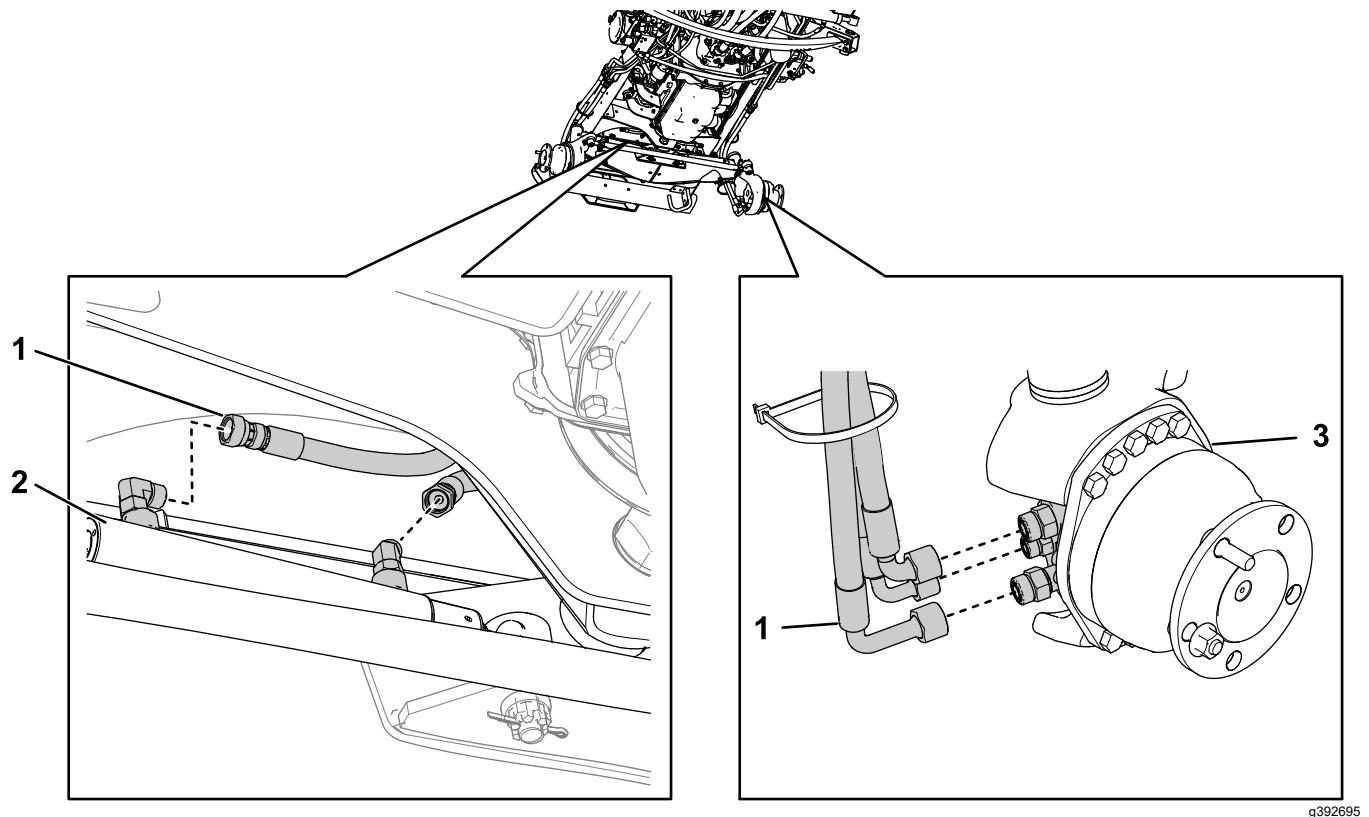

Figura 5
4. Scollegate eventuali flessibili idraulici fissati ai cilindri sterzanti e ai motori della ruota posteriore (Figura 5). Ripetete l'operazione sull'altro lato per ogni flessibile idraulico.